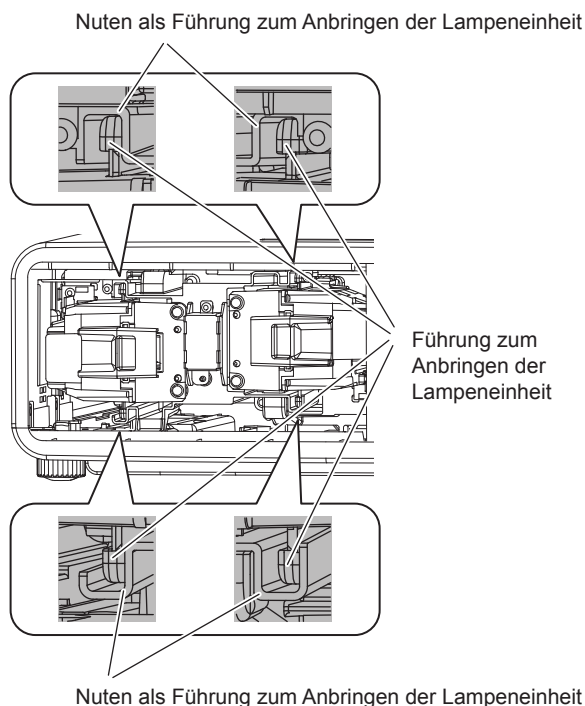

Abb. 3
4) Drücken Sie die neue Lampeneinheit hinein und achten Sie dabei auf die Einführposition. (Abb. 3)